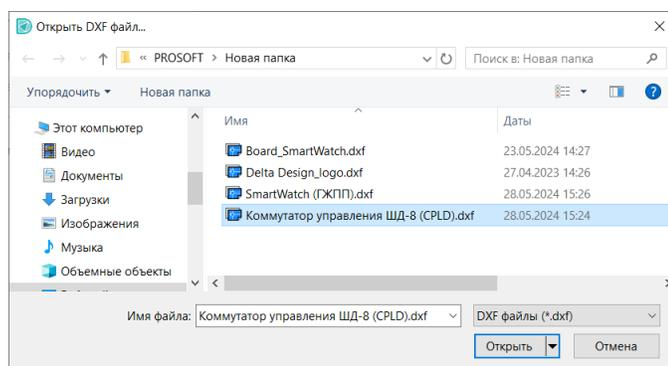

Рис. 80 Окно выбора файла для импорта .dxf
4. Выберите и откройте нужный файл в формате .dxf через окно проводника, см. Рис. 80.